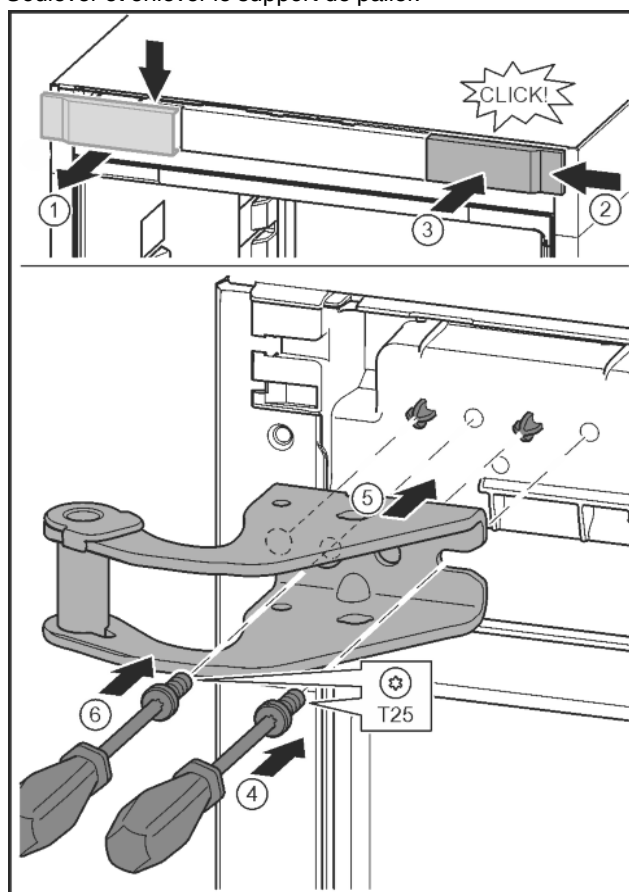

Fig. 15
- ▶ Libérer le cache et le retirer latéralement. Fig. 15 (1)
- ▶ Accrocher le cache tourné de 180° de l'autre côté à droite. Fig. 15 (2)
- ▶ Encliqueter le cache. Fig. 15 (3)
- ▶ Mettre en place la vis avec un tournevis T25. Fig. 15 (4)
- ▶ Mettre en place le support de palier supérieur. Fig. 15 (5)
- ▶ Serrer la vis. Fig. 15 (4)
- ▶ Mettre en place la vis avec un tournevis T25 et la serrer. Fig. 15 (6)